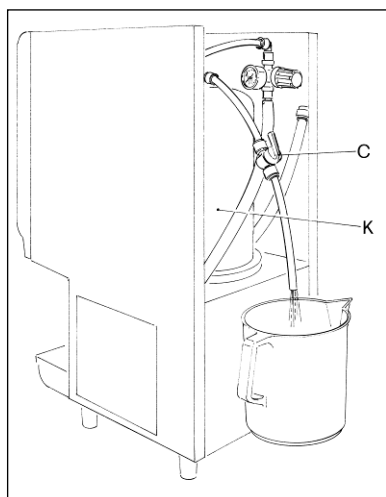

Fig. 14
#### **PRIMA DI CONNETTERE LA MACCHINA ALLA RETE ELETTRICA ASSICURARSI DI AVER RIEMPIUTO IL SERBATOIO K (Fig. 14)**
- Aprire il rubinetto C (Fig. 14) e procedere al collegamento alla rete idrica attenendosi alle seguenti istruzioni.
- Quando l'acqua inizia ad uscire dal tubo su cui è posizionato il rubinetto C, attendere un paio di minuti e successivamente chiudere il rubinetto stesso (Fig. 14).